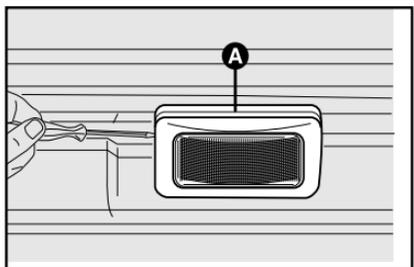

fig. 24
1) Con un destornillador, quite el conjunto **A-fig. 24**, montado a presión, como se ilustra en la figura;